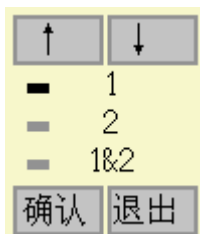

图 3.7 通道选择
- 8、通道：超声仪一般包含两个通道，通道 1、通道 2 或者通道 1&2(双通道)，用户可以在此选择是用通道 1、通道 2、通道 1&2(双通道)进行测试，按下  键弹出如图 3.7 所示的选择界面，测试方式的选择基本相同。单通道超声波检测仪不能进